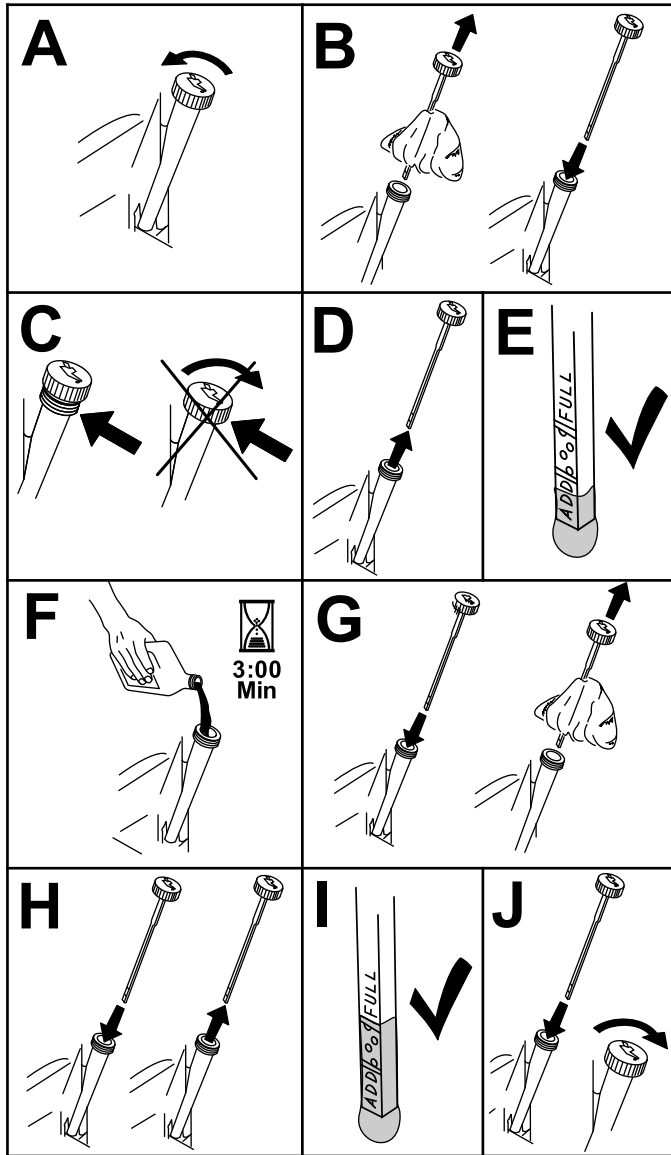

Bild 41
3. Kontrollieren Sie den Ölstand wie in (Bild 41) gezeigt.